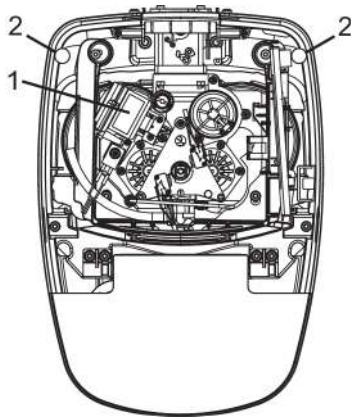

Abb. 7: Einbaudatum eintragen
2. Das Einbaudatum auf dem vorgesehenen Etikett eintragen (siehe Abbildung 7).